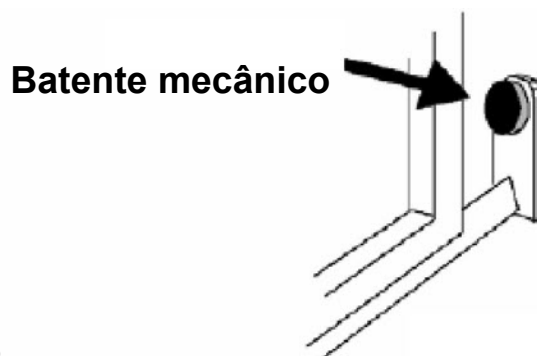

Fig. 2
- Antes de efectuar a montagem do automatismo, verificar que o portão está a funcionar na perfeição, também deve verificar que a calha onde o portão desliza (**ver Fig. 1**) não apresenta deformações, que está perfeitamente ao nível e que está presente o batente mecânico na abertura (**ver Fig. 2**) para evitar que o portão saia para fora da calha superior (**ver Fig. 3**).